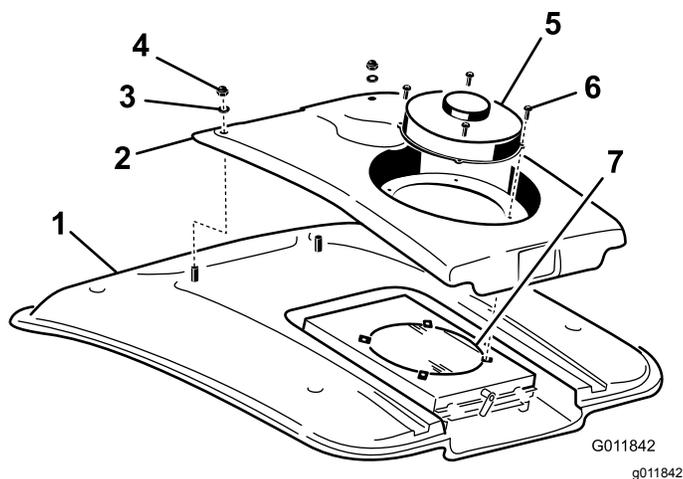

Рисунок 87
- Снимите 4 винта, которые крепят крышку вентилятора и конденсатора к опоре вентилятора (**Рисунок 87**).
- Снимите две гайки и шайбы, которые крепят переднюю сторону крышки конденсатора к крыше кабины (**Рисунок 87**).
- Тщательно очистите решетку конденсатора кондиционера сжатым воздухом (**Рисунок 87**).